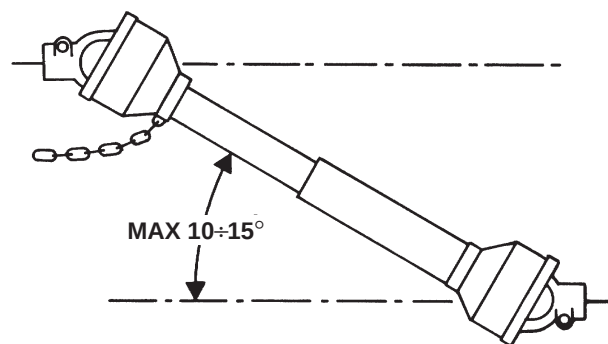

Fig. 9
- 39) Disinserire, sempre, la presa di forza quando l'albero cardanico fa un angolo troppo aperto (mai oltre i 10÷15 gradi - Fig. 9) e quando non viene usata.
- 39) *Always disengage the pto when the cardan shaft is set at an excessively open angle (never beyond 10÷15 degrees - Fig. 9) and when it is not in use.*
- 39) Die Zapfwelle immer ausschalten, wenn die Gelenkwelle einen zu großen Winkel einnimmt (nie über 10÷15 Grad - Abb. 9) und wenn sie nicht gebraucht wird.
- 39) *Débrayez toujours la prise de force quand l'angle de l'arbre à cardans est trop ouvert (jamais plus de 10÷15 degrés Fig. 9) et lorsque vous ne devez pas l'utiliser.*
- 39) Desactivar, siempre, la toma de fuerza cuando el árbol cardánico hace un ángulo demasiado abierto (nunca superar los 10÷15 grados - Fig. 9) y cuando no la usamos.